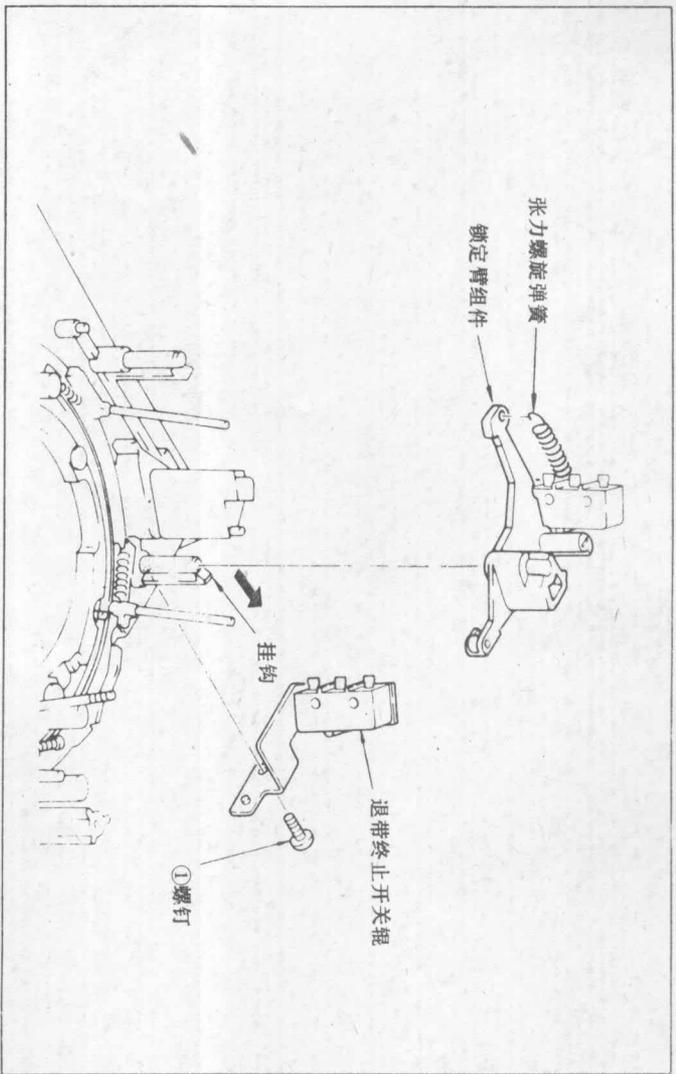
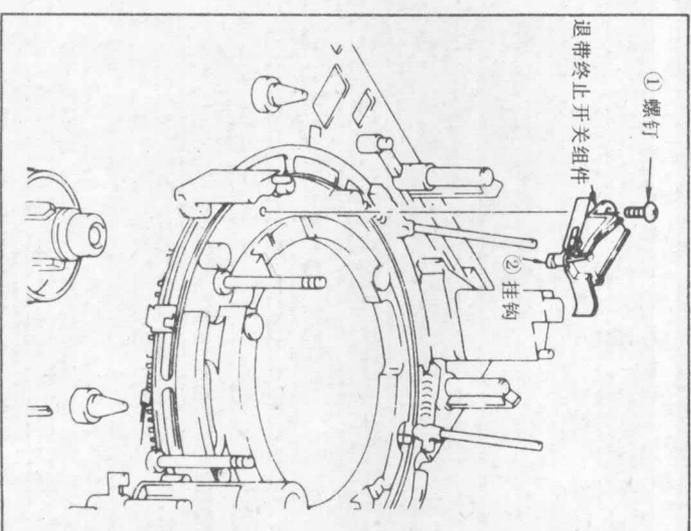

图 34 拆卸穿带终止开关及锁定臂组件
图 38 拆卸退带终止开关
- 1) 卸下固定臂组件的弹簧。(参看 3-15-(1)项。图 34)。
- 2) 卸下止动垫圈①及环形辊②③。
- 3) 卸下脱齿终止开关副组件 (参看 3-15-(2)项。图 38)。
- 4) 拧开螺钉④以卸下环状辊调整板⑤及环状辊⑥。
- 5) 卸下电磁扣齿环⑦。
- [拆卸方法] (图 34)**
- 2) 拧松螺钉①以便卸下穿带终止开关组件。
- 1) 拧开螺钉①, 如图 38 所示。
- 2) 脱开底盘上的开关挂钩②, 把促动器推到“ON”接通位置并卸下该开关主体。